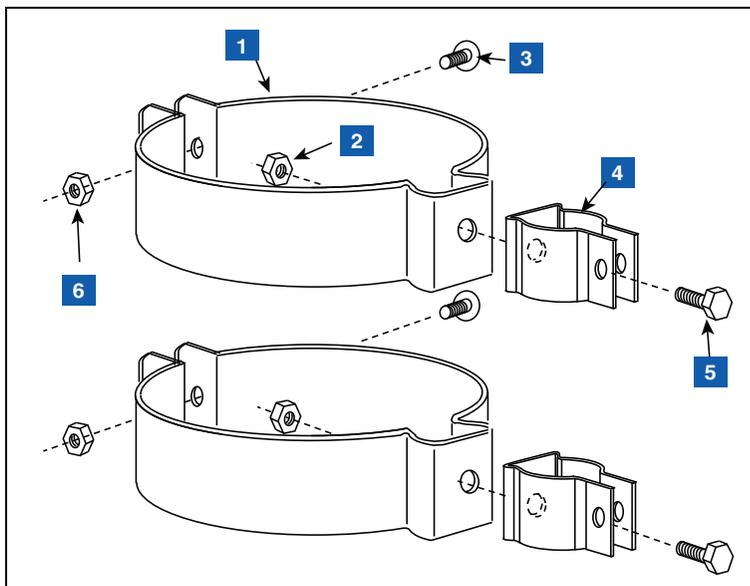

Figura 28. Fijación de abrazaderas para conductos de 12,7 mm [1/2"] a soportes colgantes del tubo ascendente
1. Fije las dos abrazaderas para conductos de 12,7 mm [1/2"] a los dos soportes colgantes del tubo ascendente del juego del hardware de instalación (330020-528 o 330020-835) (50,8 mm [2"] o 101,6 mm [4"], según proceda) como se muestra en la Figura 28. Oriente los soportes colgantes del tubo ascendente de modo que los orificios para las abrazaderas de 12,7 mm (1/2") queden alineados verticalmente.
LEYENDA PARA LOS CUADROS NUMERADOS DE LA FIGURA 28